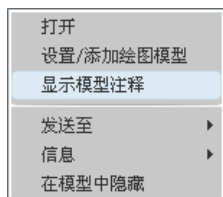

图 5.2.6 快捷菜单
Step2. 在模型树中选取零件 **SHAFT_3.PRT**，右击，系统弹出图 5.2.6 所示的快捷菜单。